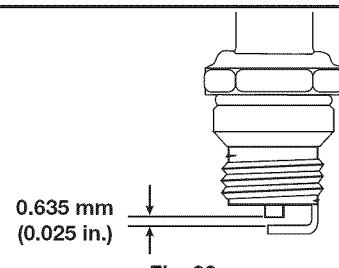

Fig. 33
4. Cambie las bujías que estén rajadas, sucias o deterioradas. Fije la separación de aire a **0,635 mm (0,025 pulgadas)** utilizando un calibrador (Fig. 33).